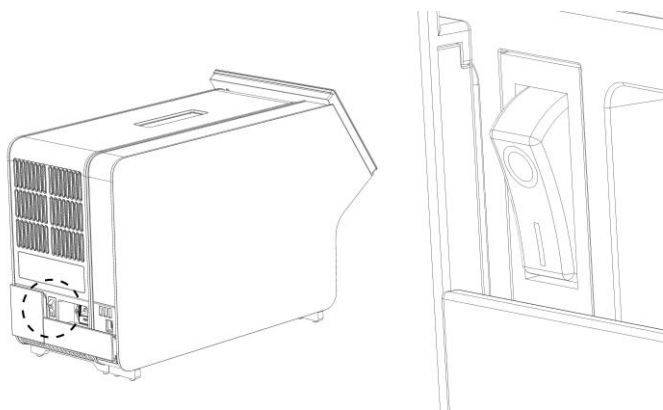

图 11. 找到电源开关并将其设置到“1”位置。
9. 将分析模块背侧电源开关按到“1”位置打开仪器（图 11）。检查分析和操作模块的状态指示灯是否为蓝色。